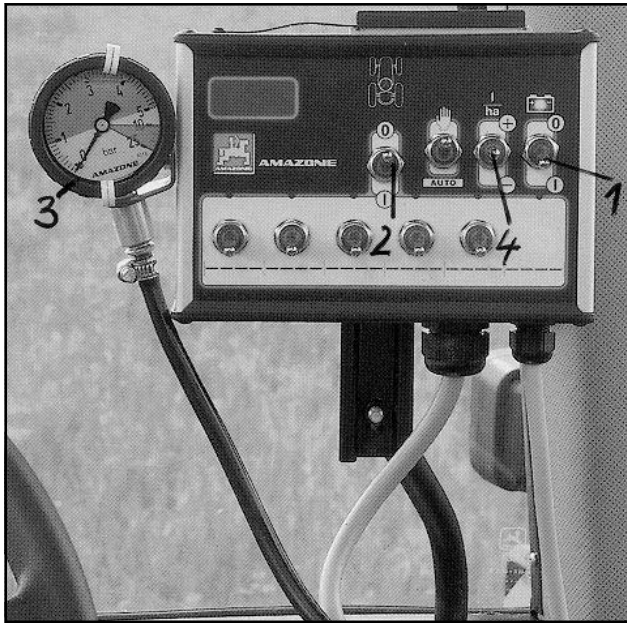

Fig. 6.6
- Tænd-/slukkontakten (fig. 6.6/1) sættes i position „I“ (tænd).
- Kontakten (fig. 6.6/2) for den centrale til- og frakobling af sprøjte bommene sættes i position „0“ (frakoblet).
- Det i sprøjte tabellen fundne sprøjte tryk indstilles på trykmåleren (fig. 6.6/3), ved hjælp af ± tasterne (fig. 6.6/4).